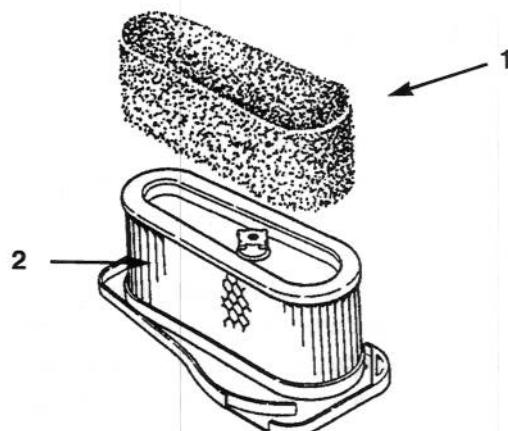

Fig. 29
4. Togliete delicatamente il filtro di spugna dal filtro di carta (Fig. 29)
- Mettete delicatamente il filtro di spugna sopra il filtro di carta (Fig. 29).